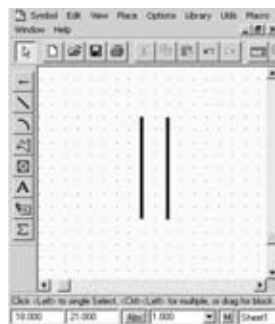

Рис.2.8.1
- Нарисовать обкладки конденсатора как две вертикальные линии. Для этого выполнить команду **Place Line** (текущая сетка должна быть с шагом 1 мм). Установить курсор в точку с координатами (19, 29) и щелкнуть ЛК. Перевести курсор в точку (19, 37) и щелкнуть ЛК, а затем ПК. Поставить курсор в точку (21, 37) и щелкнуть ЛК. Переместив курсор в точку (21, 37), щелкнуть ЛК, а затем ПК (рис.2.8.1).